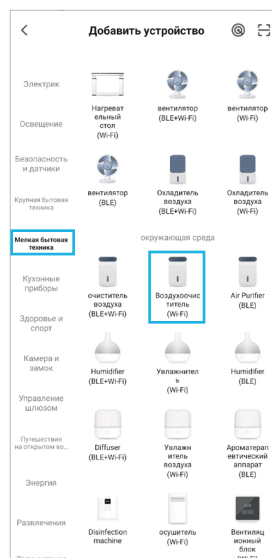

Рис. 3-2
- 3.3. Слева выберите раздел «Мелкая бытовая техника» и добавьте устройство «Воздухоочиститель (Wi-Fi)» из раздела «Окружающая среда» (рис. 3-2).